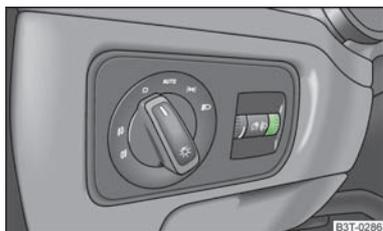

Fig. 36
- > Ruotare la manopola » fig. 36 sulla profondità della luce desiderata di illuminazione degli strumenti.